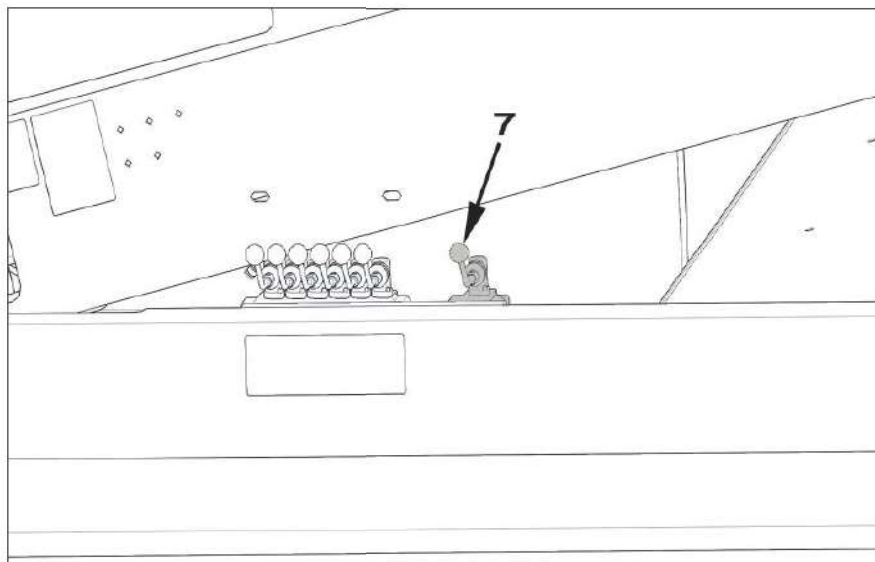

Figure 5.11 - Hendel steunpoten toevoerband.
2. Haal de hendel van de steunpoten omhoog (7) op afb. 5.11.